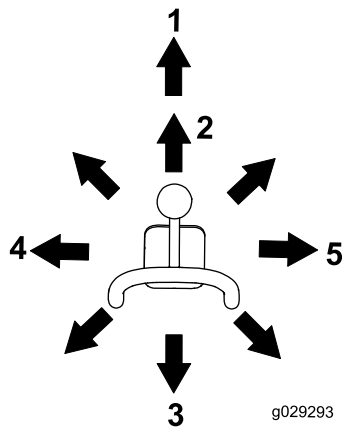

Figura 10
- Para inclinar el accesorio hacia adelante, mueva lentamente la palanca a la derecha (Figura 10).
- Para inclinar el accesorio hacia atrás, mueva lentamente la palanca a la izquierda (Figura 10).
- Para bajar los brazos de carga, mueva lentamente la palanca hacia adelante (Figura 10).
- Para elevar los brazos de carga, mueva lentamente la palanca hacia atrás (Figura 10).
- Para bajar los brazos de carga a la posición de flotación, mueva la palanca hacia adelante del todo (Figura 10).